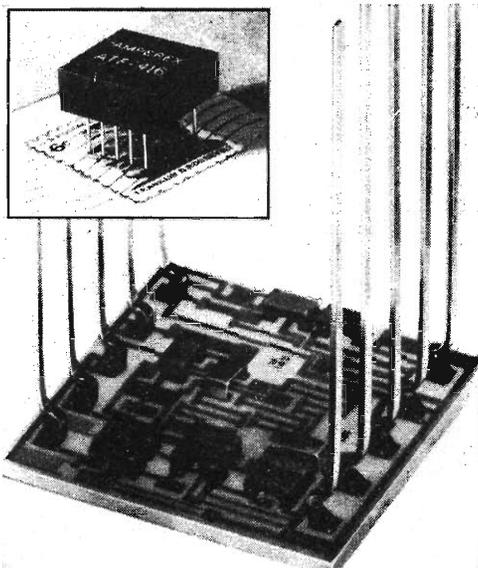

Fig. 3 - Amplificatore video a circuito integrato, con un guadagno di 52 dB dalla c.c. a 10 MHz.
**Prodotti nuovi** - La Amperex Electronic Corporation, distributrice negli U.S.A. dei prodotti Philips, ha realizzato un circuito integrato video ibrido. Destinato per essere usato in registratori a nastro, circuiti video, comparatori, amplificatori a larga banda, strumenti a frequenza selettiva e filtri attivi, la nuova unità, illustrata nella fig. 3, è stata costruita con semiconduttori a basso rumore LID, con processo a pellicola sottile. Denominato ATF-416, il dispositivo offre un guadagno di circa 52 dB dalla c.c. a 10 MHz. La sua larghezza di banda, con un carico di  $1.000 \Omega$  e 20 pF, è di 8 MHz. La sezione d'entrata del dispositivo è un amplificatore differenziale a tre stadi ad accoppiamento diretto e la sua uscita è un amplificatore c.c. a due stadi. Questa composizione consente al progettista di usare il circuito sia come amplificatore diretto a larga banda, sia come unità con larghezza di banda controllata.